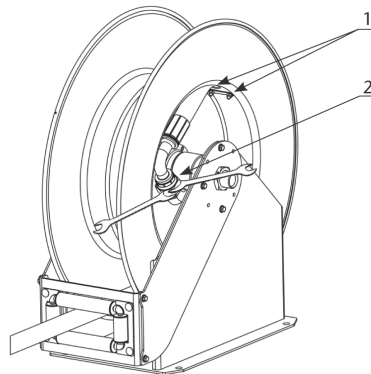

Bild 4
2. Entfernen Sie den Bolzen, indem sie die Muttern (1), mit denen er befestigt ist, lösen, und trennen Sie den Schlauch mittels zweier Schlüssel vom Drehgelenk (2) (Abb. 4).